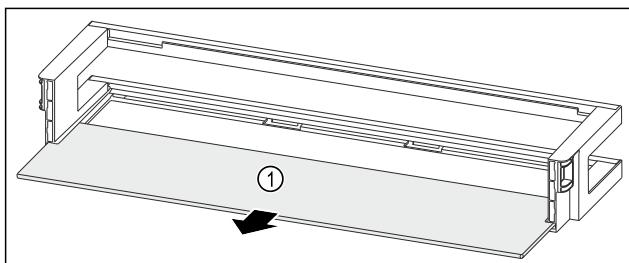

Fig. 50 Rafti i derës me raft mbajtës
- Hiqni raftin mbajtës Fig. 50 (1).